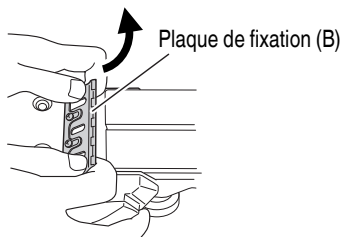

Fig. 20
- (2) Comme indiqué à la Fig. 20, après avoir retiré la lame au carbure, glisser la plaque de fixation (B) dans le sens de la flèche pour démonter la plaque de fixation (B).